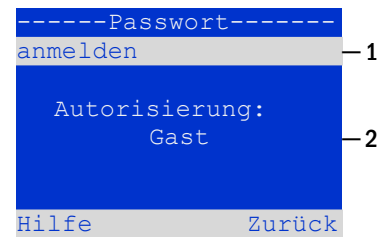

Abbildung 63: An- und Abmeldung
- So melden Sie sich an: Wählen Sie oben im Menü (Abbildung 63, Ziffer 1) mit den Tasten < und > die Aktion "**anmelden**" aus. Drücken Sie Enter ○. Geben Sie das Passwort ein und drücken Sie erneut Enter ○.
- So melden Sie sich ab: Wählen Sie oben im Menü (Abbildung 63, Ziffer 1) mit den Tasten < und > die Aktion "**abmelden**" aus. Drücken Sie Enter ○.